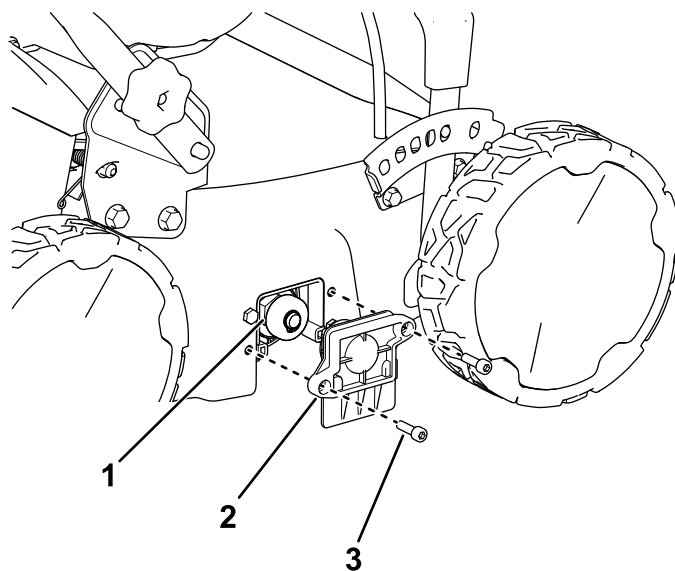

Figura 19
3. Folosind cheia hexagonală, îndepărtați cele 2 uruburi care fixează carcasa rulmentului i arborele cilindrului din partea dreaptă a mainii (Figura 19).
5. Montați carcasa rulmentului astfel încât să fixeze ansamblul arborelui nou instalat folosind cele 2 uruburi cu cap hexagonal scoase la pasul 3 i depozitați cheia hexagonală în ansamblul manetei pentru transport (Figura 19).